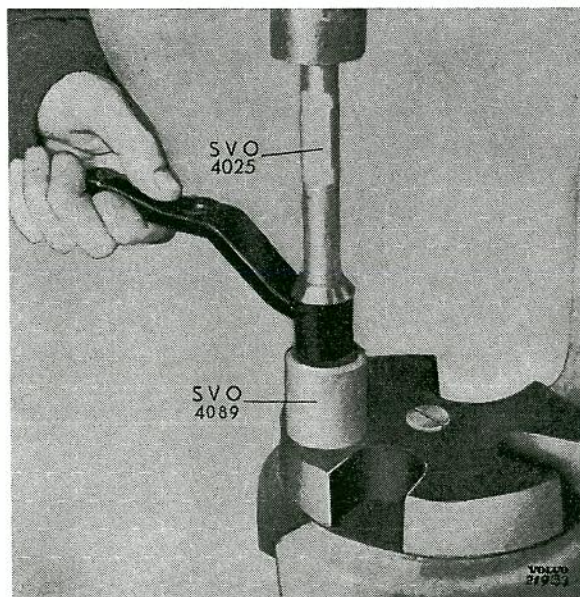

Bild 41. Demontering av bussningar i mellanarm, tid. utf.
3. Skruva ur smörjnippeln. Pressa ur de båda bussningarna med verktyg SVO 4025 och underläggsring SVO 4089 (bild 41).